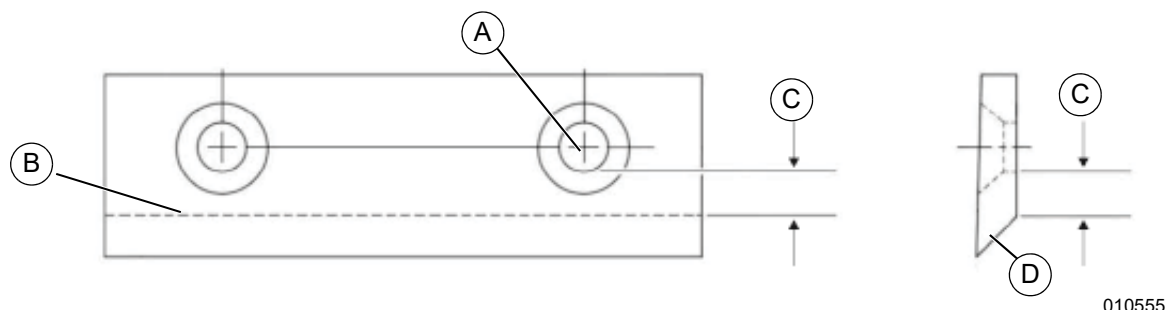

Figure 4-8. Affûtage du couteau
- Voir Figure 4-8. L'angle de coupe de 45° (D) doit être maintenu pour produire des résultats satisfaisants.
- Un couteau de déchiquetage neuf présente une distance de 8 mm (5/16 po) (C) entre le bord du biseau du côté court (B) et les trous de fixation du couteau (A).